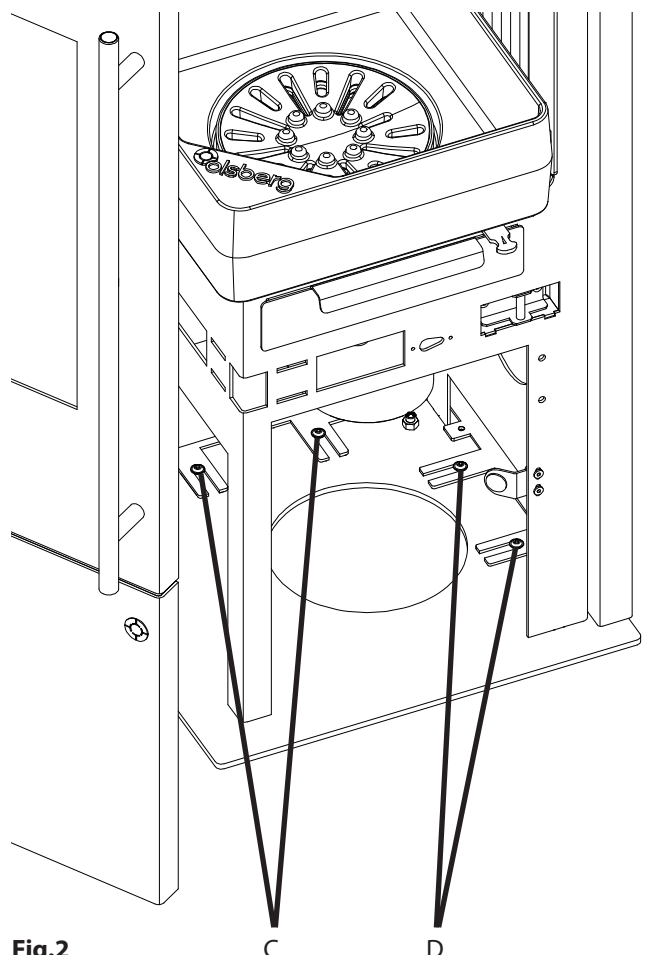

Fig.2
- Aflojar los tornillos de fijación (C) para el panel posterior y los tornillos de fijación (D) para la pared lateral en la parte inferior del aparato (máx. 2 vueltas, ver Fig.2).